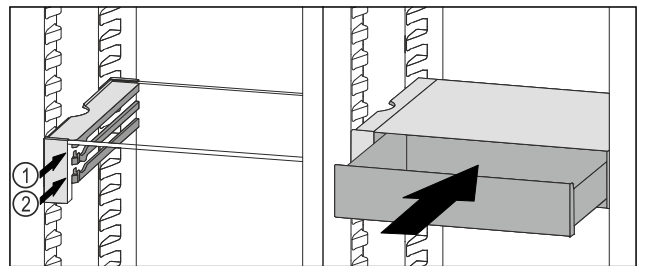

Fig. 78
- ▶ VarioSafe-Schubfach hinter den Stopperrn auf gewünschter Rippe Fig. 78 (1) oder Fig. 78 (2) aufsetzen.